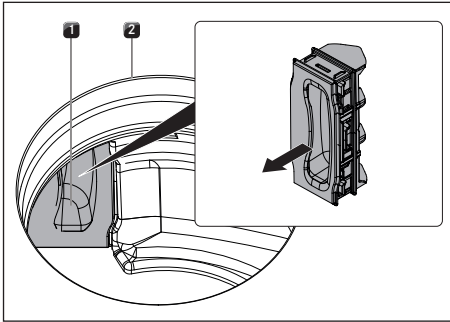

Fig. 8.4 Udtagning af filterudskiftningsklap
- ▶ Træk filterudskiftningsklappen inde i indstrømningsåbningen ud gennem åbningen i filterhuset (Udtagning af filterudskiftningsklap se fig. 8.4).